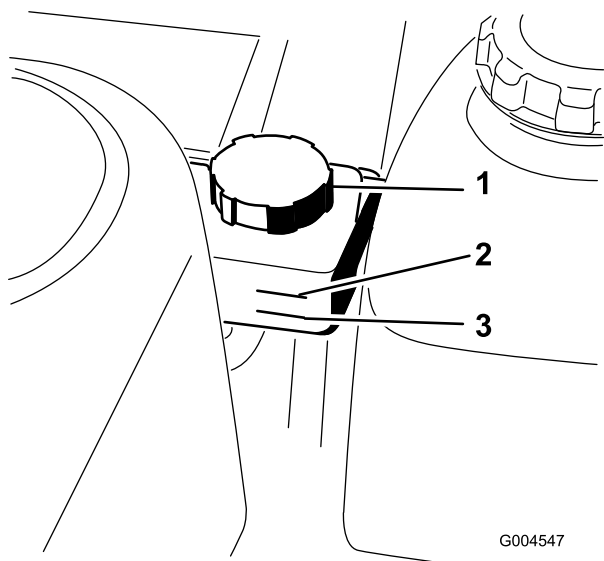

Figura 50
Nota: Hay dos maneras de comprobar el aceite hidráulico, cuando el aceite está caliente, y cuando está frío. El depósito tiene dos marcas de nivel, para aceite caliente y para aceite frío (Figura 50).
2. Limpie la zona alrededor del depósito de aceite hidráulico (Figura 50).
5. Si es necesario añadir más aceite, retire el tapón del cuello de llenado (Figura 50).
8. Añada aceite hasta que llegue a la marca Frío del depósito de aceite hidráulico (Figura 50).